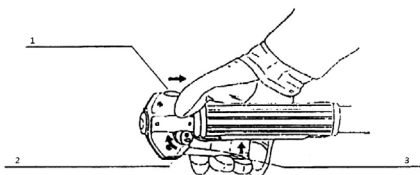

Рис. 7
- Разхлабете спусъка; това ще заключи позицията на лоста за средно ускорение. Вече можете да стартирате двигателя. (рис. 7)